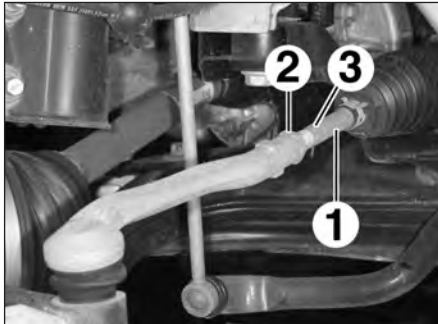

FIG.3
- Le parallélisme se règle par l'allongement ou le raccourcissement symétrique de la longueur des biellettes de direction (1), en les tournant par leur empreinte hexagonale (3), après avoir desserré les contre-écrous (2) des rotules de direction (Fig.3).
- Serrer les contre-écrous (2) au couple de serrage prescrit.